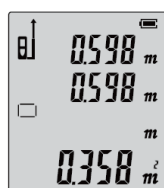

Рис.1
- 5.3.1. Виміряти першу поверхню, як показано на рис. 1.